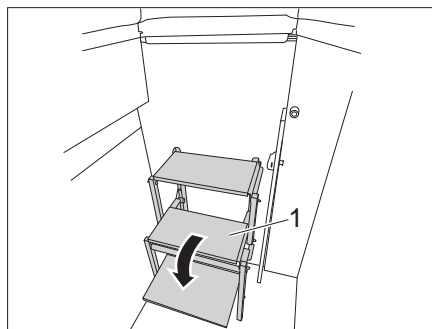

Bild 40 Trittleiter ausklappen
- Trittleiter (Bild 40,1) ausklappen.
- Trittleiter (Bild 40,1) einklappen.